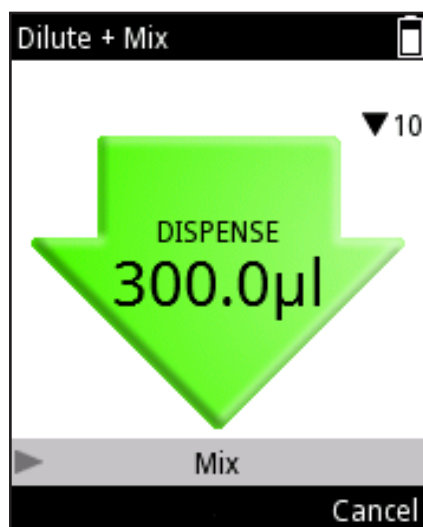

図 D31
6. **trigger(トリガ)**を押して、合計容量を分注します(図 D31)。